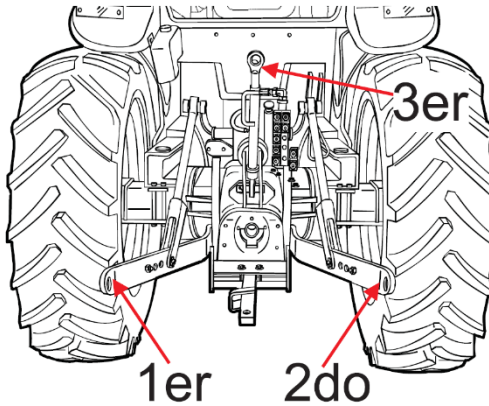

**FIGURA 2**
Para que la flecha cardán funcione en posición normal y óptima debe formar un ángulo (B) menor o igual a  $35^\circ$  con respecto a la horizontal de la TDF (FIGURA 2).